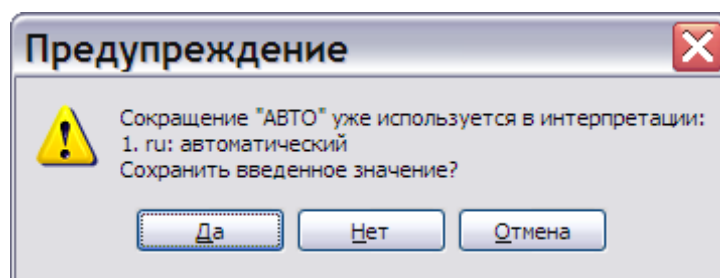

Рисунок 153
3) Нажмите на кнопку . После этого появится окно с запросом (рисунок 153).